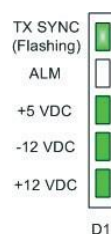

Figura 5.3.1-1. Display de LEDs
2. Observe la fila de LEDs del Procesador de Señal PCB. Debería estar iluminada como se muestra en la Figura 5.3.1-1. El LED ALM solo es utilizado en la opción 4-20mA. Si se ha realizado el cableado correctamente, el LED ALM debería estar apagado.